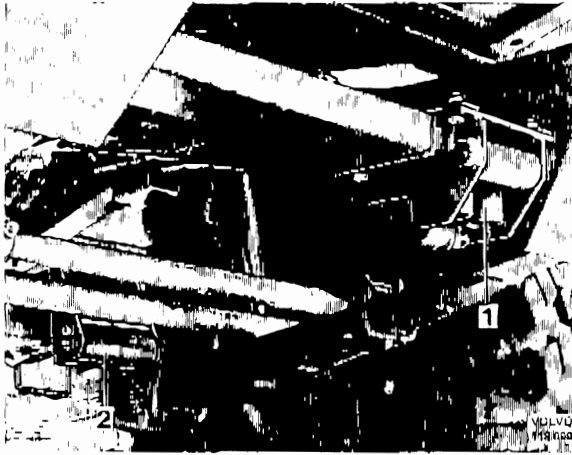

Bild 34. Linledare
1. Dra vajern igenom främre linledaren. (1 bild 34) Lossa linledarringen från fjädern vid växellådsfästet.